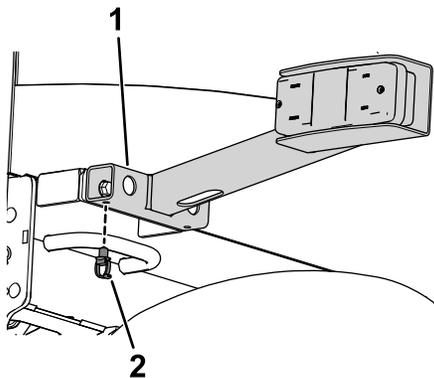

Figure 18
- Insérez un clip serre-câble dans le trou arrière du feu arrière droit (Figure 18).